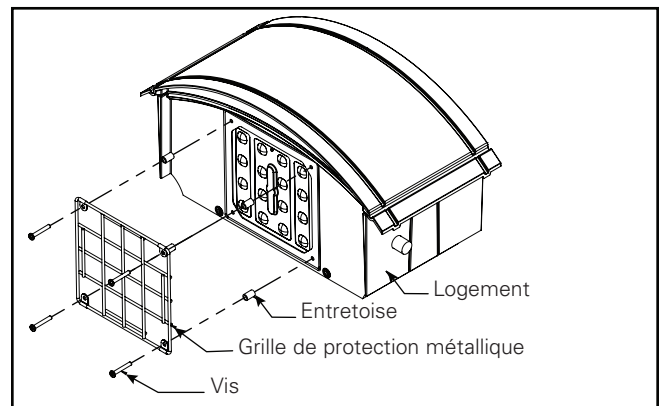

Figure 4.
1. Retirez les quatre (4) vis fixant le luminaire carré et la garniture au luminaire (Figure 4).